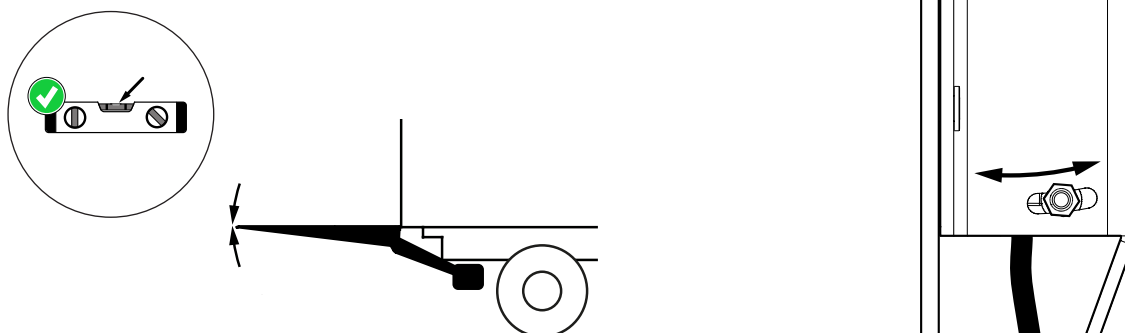

Bild 61. Justering av autotilt-vinkel
1. Lossa de två skruvarna utan att skruva bort, se Bild 61.
2. Justera vinkelgivarens läge till önskad vinkel, se Bild 61.